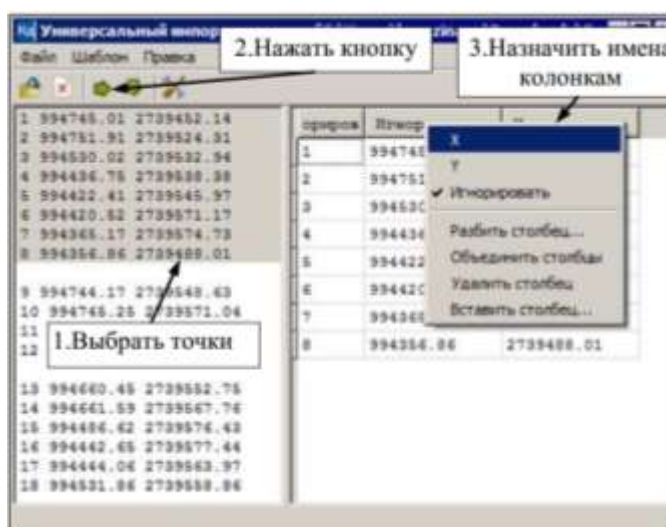

Рисунок 18– Универсальный импорт точек
С помощью кнопки  на панели инструментов отправьте выбранные данные в правую панель (рис. 18).
- Затем каждой колонке правой панели присвойте имя в зависимости от данных, которые в ней содержатся. Для этого щелкните правой клавишей мыши на заголовке столбца и из контекстного меню выберите соответствующий пункт (рис. 18).
- В окне параметров задайте следующие свойства: в поле **Расположение** (раздела **Параметры подписей**) задайте – *Снаружи*, **Обозначение** объекта – (1), **Метод определения координат** – *Спутниковые геодезические измерения*; **Способ закрепления точек** – *Долговременный межевой знак*; **Погрешность** точек – *0,05*; **Формула расчета СКП** – *Вычисление СКП осуществлено ... полевых материалов*.